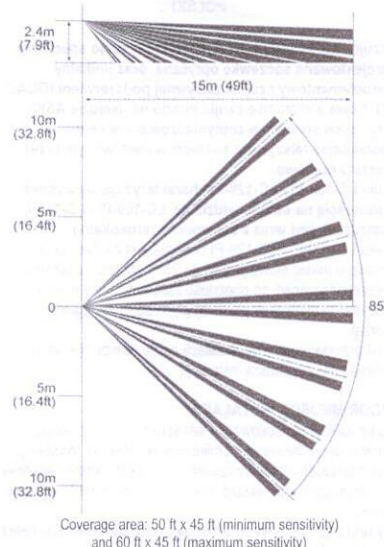

Fig. 4 Lens Pattern I Patrón de la lente I Portée de la lentille I Area di rilevazione I Charakterystyka detekcji
Czujkę należy zainstalować w taki sposób, aby jej zasięg działania objął chronione pomieszczenie (Rys. 4). Wysokiej jakości czteroelementowy czujnik QUAD jest bardziej wrażliwy na ruch przecinający wiązkę, niż na ruch skierowany w stronę czujnika.
8. Podłączyć przewody zgodnie ze schematem (Rys. 4).
**UWAGA:** Potencjometr „SENS” może wymagać ustawienia w pozycji „Maximum” w celu uzyskania maksymalnego obszaru pokrycia, jak pokazano na Rys. 4.